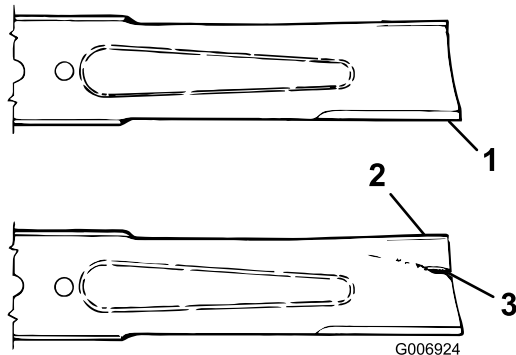

図 72
2. ブレードの切っ先を注意深く観察、特に、直線部と曲線部が交わる部分をよく観察する 図 72。この、直線部と曲線部の交差域は、砂などによる磨耗が進みやすい部分なので、機械を使用するまえによく点検することが必要。磨耗が大きい場合には 図 72 危険であるから交換する「ブレードの取り外し」を参照。
ブレードの磨耗を放置すると、ブレードのセール部と平坦部との間に割れ目が発生する 図 72。この割れ目が拡大すると、最終的にはブレードがちぎれてハウジングの下から飛び出し、これがオペレータや周囲の人に重大な人身事故となる。